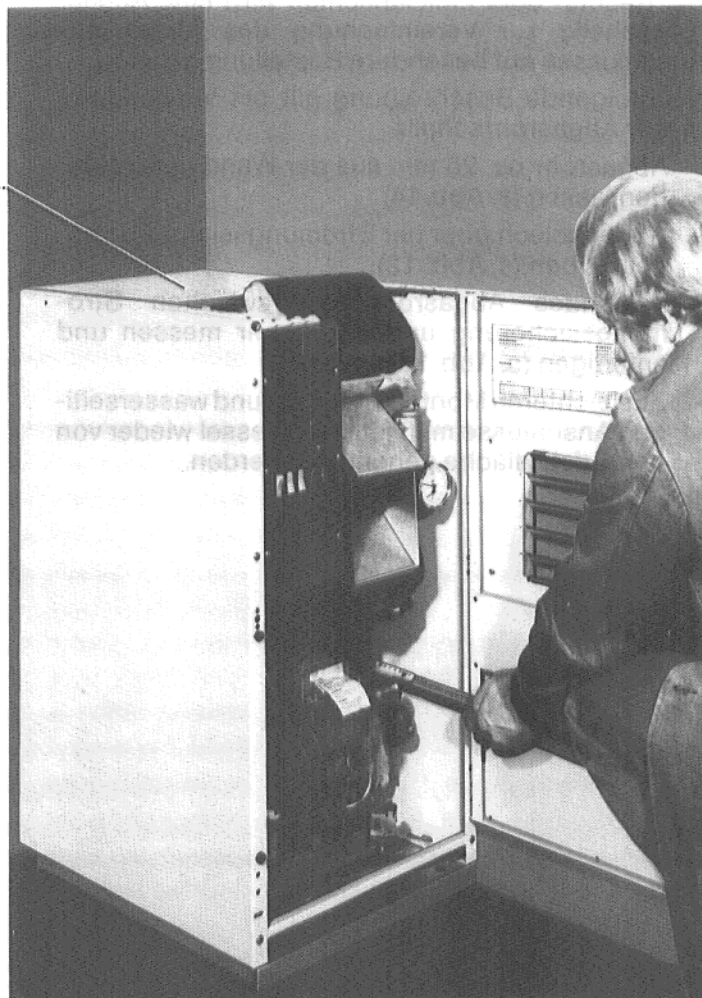

Abb. 13
- Die Länge des bauseits zu fertigenden Gasanschlußrohres sowie die Länge des Vor- und Rücklaufes vom Kessel- bis zu den Wandanschlüssen messen (Abb. 13).
- Abdeckblech über der Strömungssicherung abschrauben (s. Abb. 13).